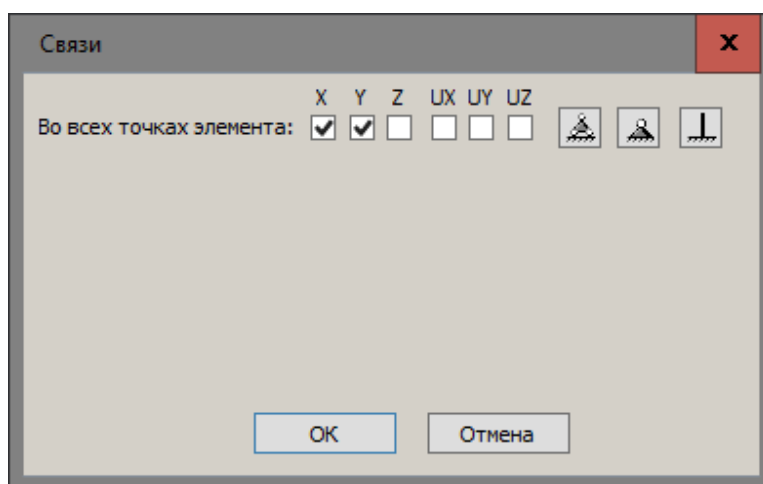

Рис.23.15. Диалоговое окно **Связи**
- вызовите диалоговое окно **Связи** (рис.23.15) щелчком напротив строки **Связи**;